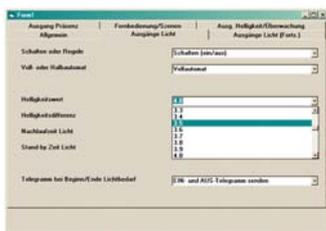

Bild 9
- Der Wert, bei dem der Melder kein Fehlerblinken mehr zeigt, sondern gerade flackert (z.B. 4.1), muss im Parameterfenster der ETS als Helligkeitswert eingetragen werden (Bild 9).
- The value at which the detector no longer shows error flashing, but simply flickers (e.g. 4.1) must be queued in the parameter window of the ETS as the brightness value (Figure 9).